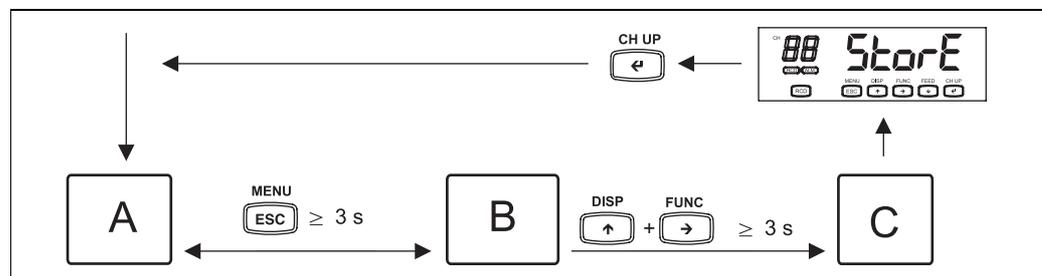

Abb. 11: Betriebsarten
- Betriebsmodus (→ Abb. 11, Pos. A):
- Einstellungsmodus (→ Abb. 11, Pos. B):
- Grundeinstellungsmodus (→ Abb. 11, Pos. C):